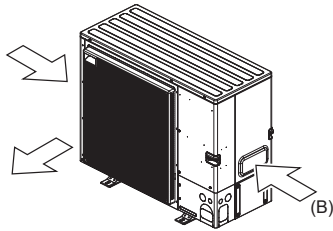

Abb. 2-6
- (3) Bringen Sie die Anlage so an, dass die Abluft aus der Luftaustrittsöffnung im rechten Winkel zu derjenigen Richtung geführt wird, aus der saisonal bedingt starker Wind bläst. (Abb. 2-6)